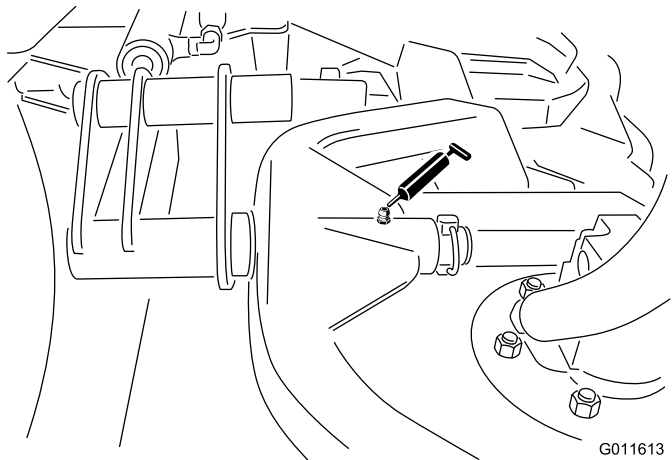

Figura 32
- Pivote del bastidor de tiro de la unidad de corte (1 en cada) (Figura 32)